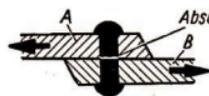

Bild 11
8. Erläutere, warum die Nietung Bild 11 b als zweischnittige Verbindung bezeichnet wird!